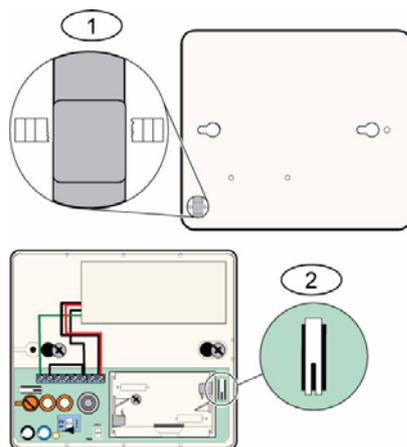

Figura 10.12 Interruptores de bucle antisabotaje de pared y de tapa
2. Pulse el interruptor de bucle antisabotaje de pared y manténgalo pulsado. Consulte *Figura 10.12 de Página 118*.
3. Rápidamente pulse y suelte cuatro veces el interruptor de bucle antisabotaje de tapa antes de que transcurran 10 segundos desde la colocación de las baterías. Consulte *Figura 10.12 de Página 118*. El detector entra en el modo RFSS.